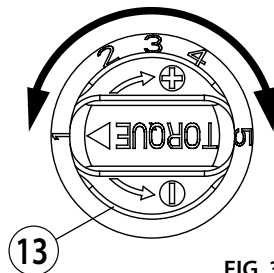

FIG. 3
3.3) Regulación del par de torsión (Ref. a Fig. 3)